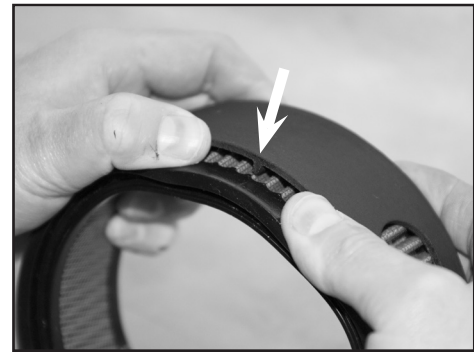

**Figura 7**
*NOTA: uno spessimetro può essere utile per determinare la quantità d'aria tra la testa e la piastra come mostra la figura 7.*